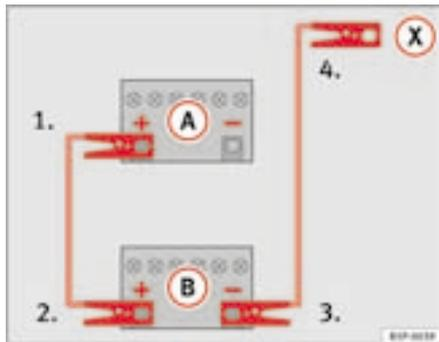

Fig. 198 Esquema de ligação dos cabos auxiliares do arranque
Na ⇒ fig. 198 (A) estão representadas a bateria descarregada e em (B) e a bateria com carga.
1. Ligar uma extremidade do cabo auxiliar de arranque vermelho ao terminal positivo ⇒ fig. 198 (+) do veículo com a bateria descarregada ⇒ ⚠.
4. Ligar a outra extremidade do cabo preto (X) no veículo com a bateria descarregada a uma peça maciça, firmemente aparafusada ao bloco do motor, ou ao próprio bloco do motor, mas não nas proximidades da bateria ⇒ ⚠.